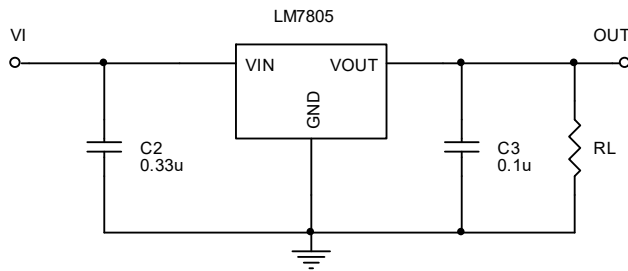

Fig.1. Determinarea parametrilor de curent continuu
- Pentru circuitul din Fig. 1. aplicați la intrare o tensiune continuă  $V_I=8V$  și utilizați jumperi pentru a conecta  $J1$  cu  $J2$ ,  $J11$  cu  $J12$  și  $J14$  cu  $J15$ . Măsurați tensiunea de ieșire  $V_O$  cu un voltmetru și determinați valoarea curentului de ieșire  $I_O$  ( $R_L=47\Omega$ ). Notați aceste valori.